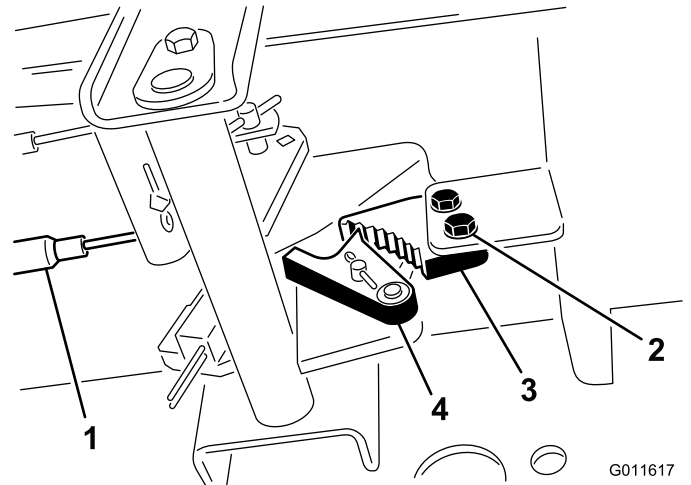

Figura 70
1. Afloje los 2 tornillos que fijan el trinquete del freno de estacionamiento al bastidor (Figura 70).
2. Pise el pedal del freno de estacionamiento hacia adelante hasta que la uña se engancha a fondo en el trinquete del freno (Figura 70).